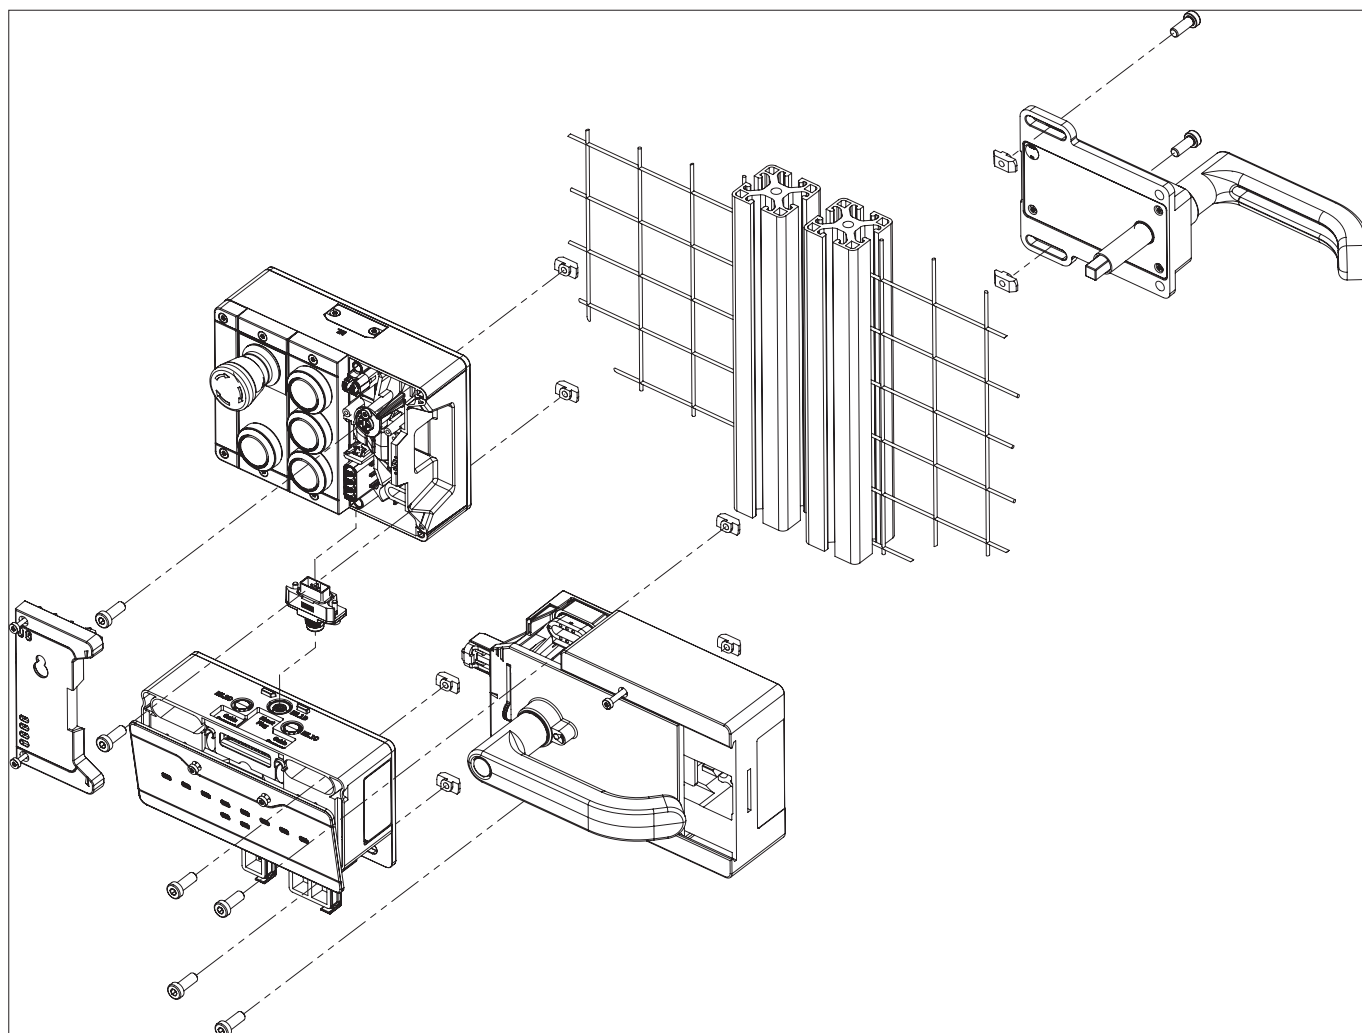
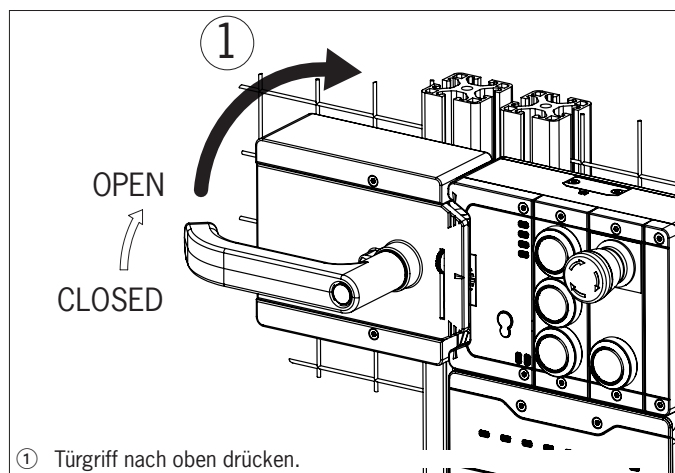
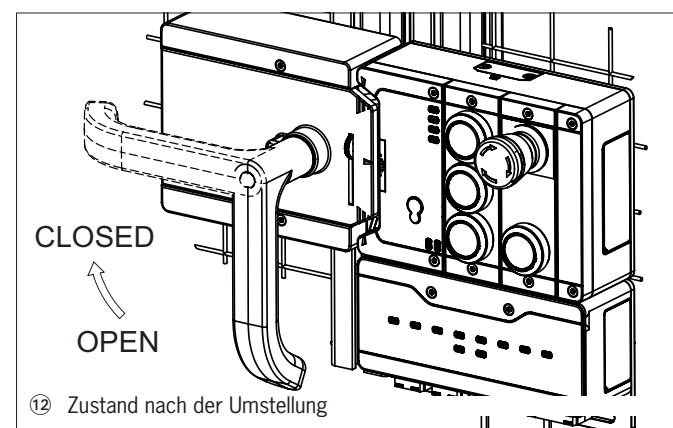

Bild 9: Montagebeispiel für rechts angeschlagene Tür (Übersichtsdarstellung)
Bild 11: Betätigungsrichtung umstellen, Schritt ①
Bild 16: Betätigungsrichtung umstellen, Endzustand
- › Achse der Fluchtentriegelung im rechten Winkel zum Griffmodul ausrichten. Siehe *Bild 9*.
- › Achten Sie bei der Montage auf die korrekte Ausrichtung. Verwenden Sie die Ausrichthilfen am Gehäuse des Verriegelungs-/Zuhaltemoduls und am Gehäuse des Griffmoduls (siehe Bild 9).
Montageschritte siehe Bild 9 und Bild 11 bis Bild 16.
- › Für links angeschlagene Türen wird das System umgedreht montiert. D.h. die Schutteinrichtung öffnet, indem man den Türgriff nach oben drückt (siehe *Bild 11*). Daher muss die Betätigungsrichtung des Türgriffs umgestellt werden (siehe *Bild 11* bis *Bild 16*).